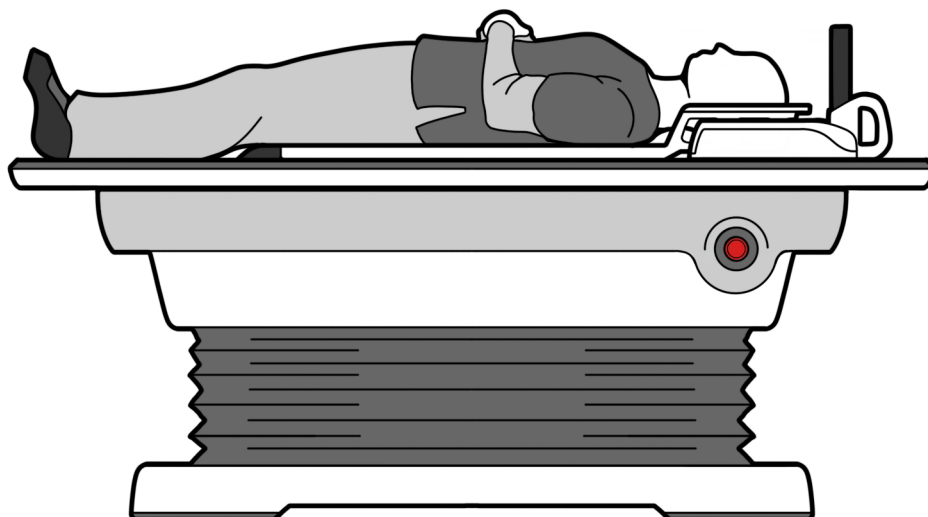

Рис. 3
5. Уложите пациента на устройство для иммобилизации при стереотаксической радиохирургии Encompass™ и установите нижнюю катушку на столе для МРТ (рис. 3). Наложите на пациента маску и прикрепите ее к устройству для иммобилизации при стереотаксической радиохирургии Encompass™, используемому при МРТ (при необходимости).